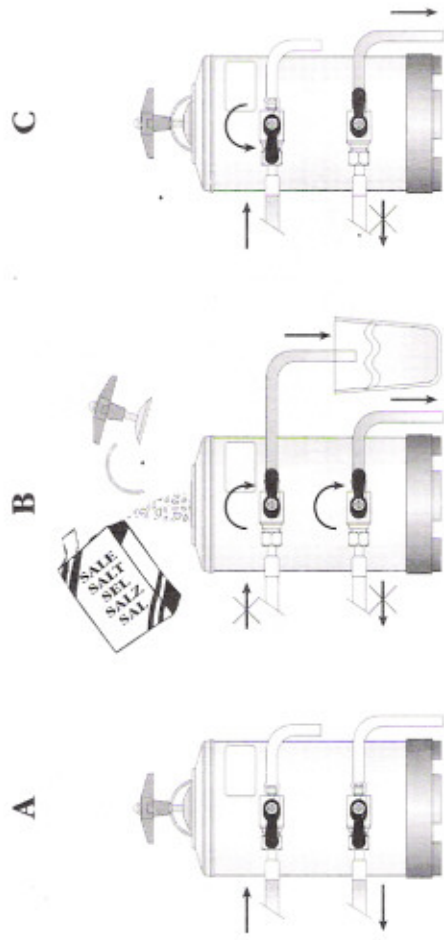

Figura 3 • Figure 3 • Figure 3 • Abbildung 3 • Figura 3
- **Regeneración Periódica (figura 3)**